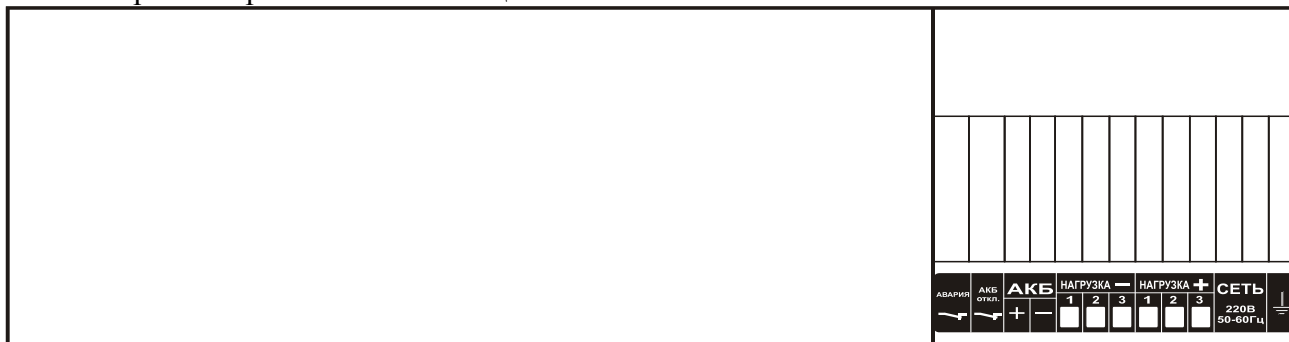

Рис.2 Вид ИБЭП со стороны клеммного блока
- подключить к соответствующим клеммам проводники кабелей сети, АКБ и нагрузки, соблюдая полярность (см. Рис.2 и Приложение 2);